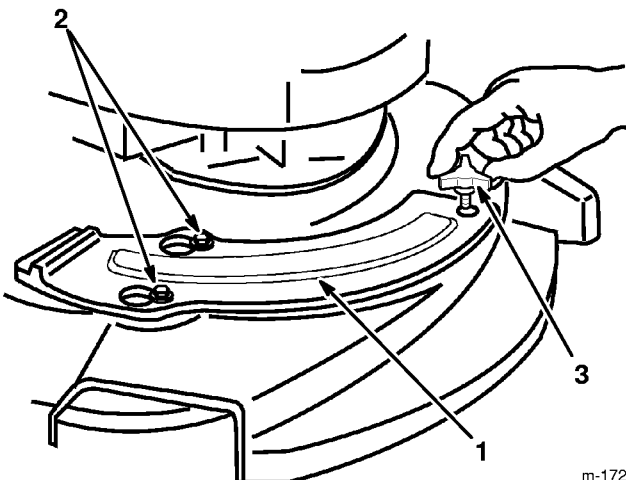

Figure 46
3. Les deux boulons à épaulement du carter de la tondeuse dépassent des trous oblongs de la plaque de paillage et n'ont pas besoin d'être desserrés ou retirés (Fig. 46). La plaque de paillage se déplace sur les têtes de ces boulons.